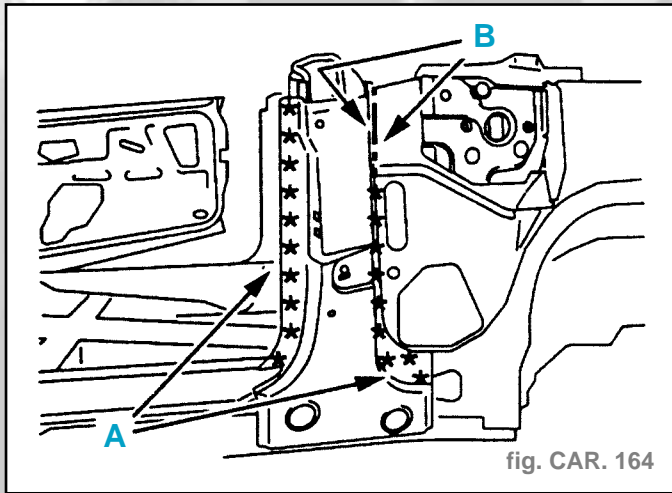

fig. CAR. 164
- Découper par fraisage des points (suivant A) (fig. CAR. 164).